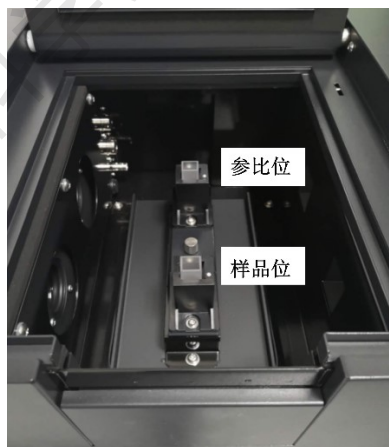

图 6-6 UV-3600 Plus 样品仓图示
- (3) 点击【仪器参数】标签，在【测定方式】目录中选【吸收值】，【狭缝宽】选【1 nm】或者【2 nm】，【检测器单元】选【直接】，其他参数都选默认值，点击【确定】。
- (4) 空白校正：样品测试前，要进行基线校正。如图 6-6 所示，打开样品仓，将两比色皿中均装入空白溶剂分别放入参比位和样品位，在软件的左下角找到【基线】图标单击，【基线】是针对全波长范围调零。设置待测波长范围，进行空白校正。